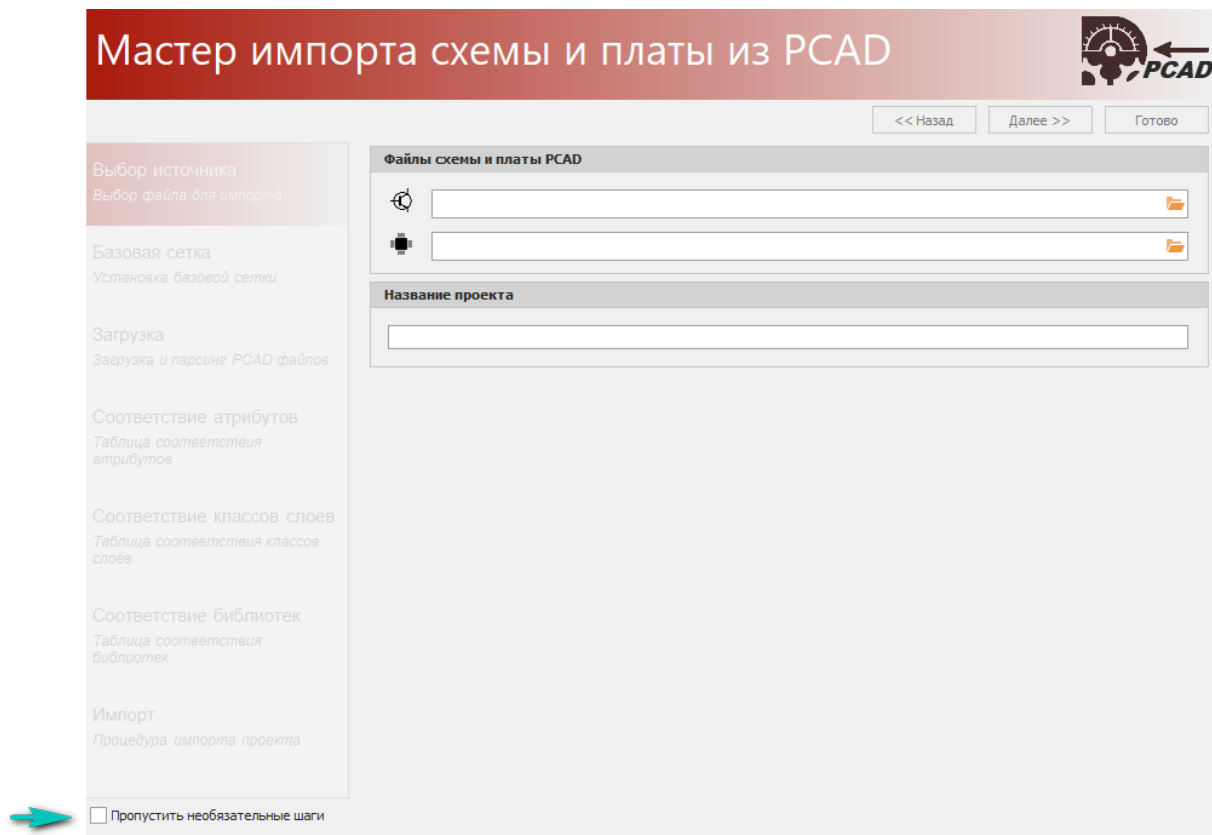

Рис. 20 Выбор источника
1. На шаге «Выбор источника» выберите файлы для импорта, см. Рис. 20, нажав  в поле «Файлы схемы и платы PCAD», где первая строка относится к файлу схемы, вторая – файлу с данными по плате.